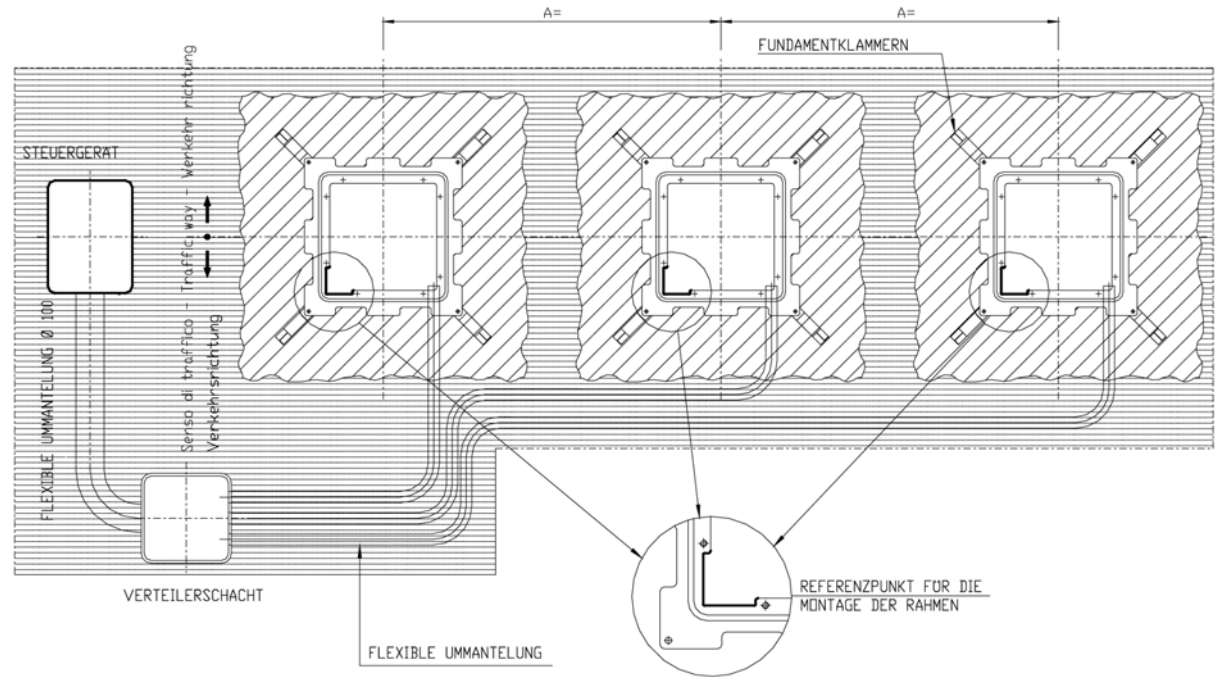

Abb. 5
- 8) Die erforderlichen Leitungen für die Verbindung zwischen Steuereinheit und eventuellen zusätzlichen Geräten (z.B. Ampeln – Induktionsschleifen – Kartenlesegerät – usw.) sowie anderen eventuellen Pollern verlegen und den elektrischen Anschluss und die Erdung vornehmen (Abb. 5).